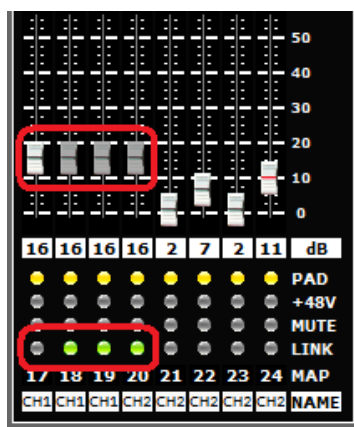

Figura 52. Função *link*
7. **Botão *Link*** - Permite encadear o controle de dois ou mais canais, fazendo com que compartilhem a mesma configuração de ganho e *pad*. Quando o botão *link* de um canal estiver ligado, seu ganho será copiado do canal anterior. Os controles de *mute* e *phantom power* não são afetados pelo *link*, sendo sempre independentes. A Figura 52 exemplifica o encadeamento dos quatro primeiros canais.